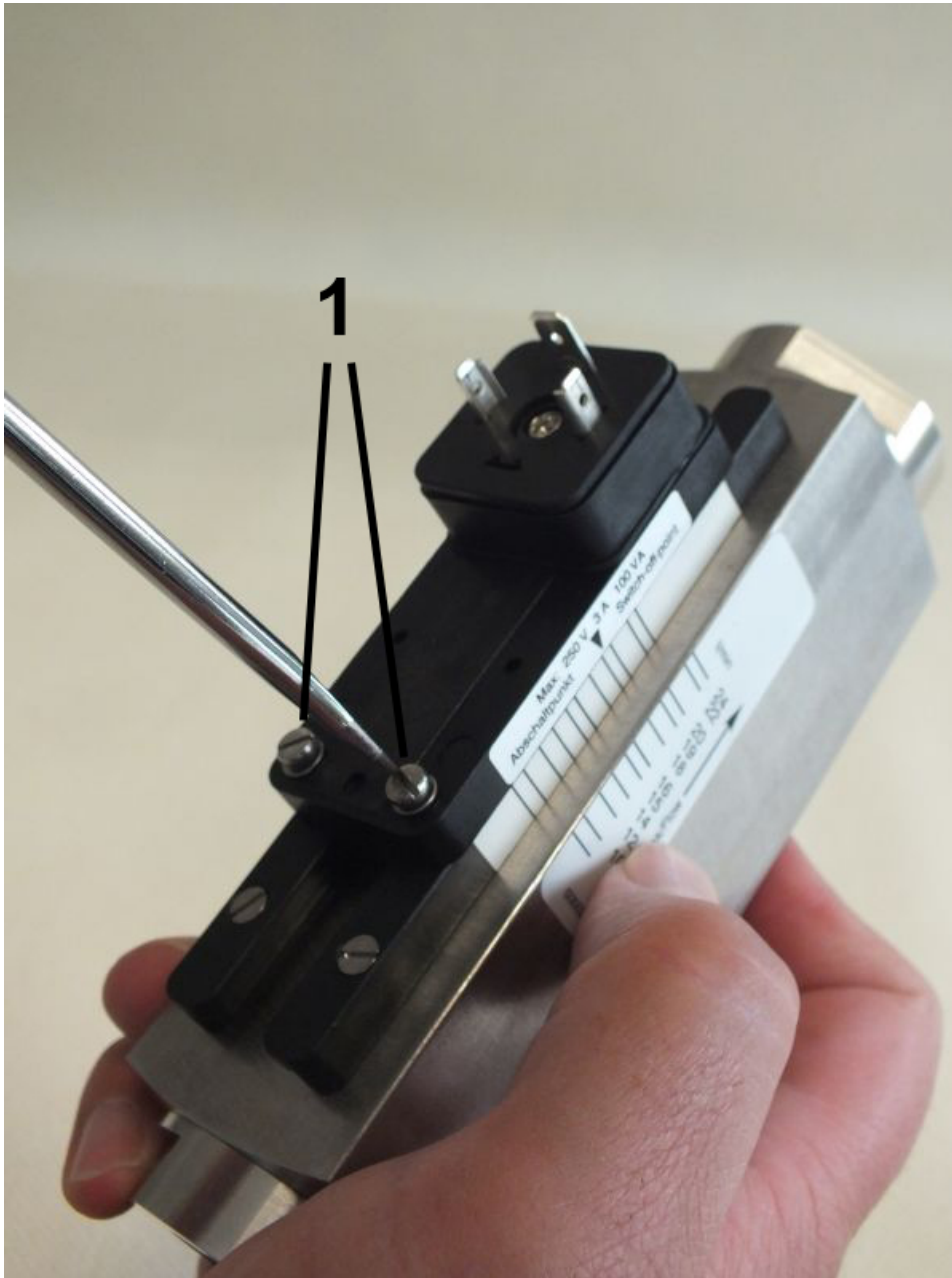

Abb. 40: Feststellschrauben lösen
1. Die Feststellschrauben des Schaltkontaktes (Abb. 40/1) mit einem Schlitzschraubendreher lösen.
3. Feststellschrauben des Schaltkontaktes (Abb. 40/1) mit einem Schlitzschraubenzieher wieder anziehen. Dabei Schrauben-Anziehdrehmoment beachten.